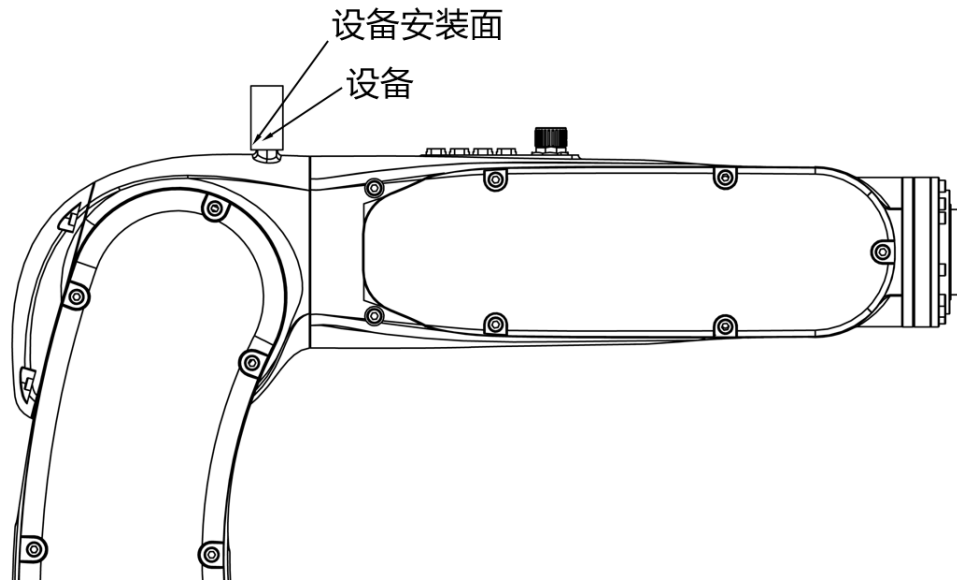

图 6-9 AIR4-560A 操作机肘部负载安装尺寸示意图
- AIR4-560A 操作机肘部可安装重量不超过 1kg 的外部设备, 如图 6-9 所示。